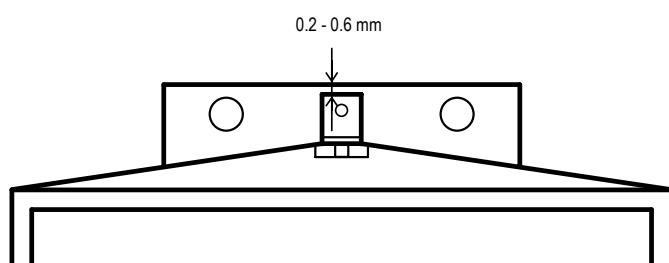

Fig. 2
*Die Spindel muss 0.2 - 0.6 mm unter der Kante der Aufnahmeplatte liegen (siehe Fig. 2).*